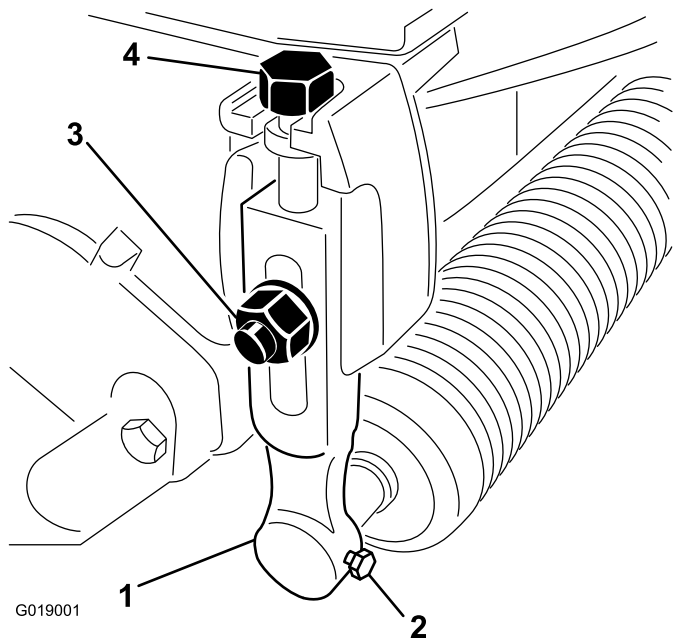

图1
2. 旋松将前滚筒两端固定至剪草高度臂的螺丝 图1。
3. 卸下将剪草高度臂固定至滚刀组两端的防松螺栓、垫圈和锁紧螺母 图1。卸下剪草高度臂和滚筒组件。
4. 从剪草高度臂上卸下剪草高度调整螺丝 图1。